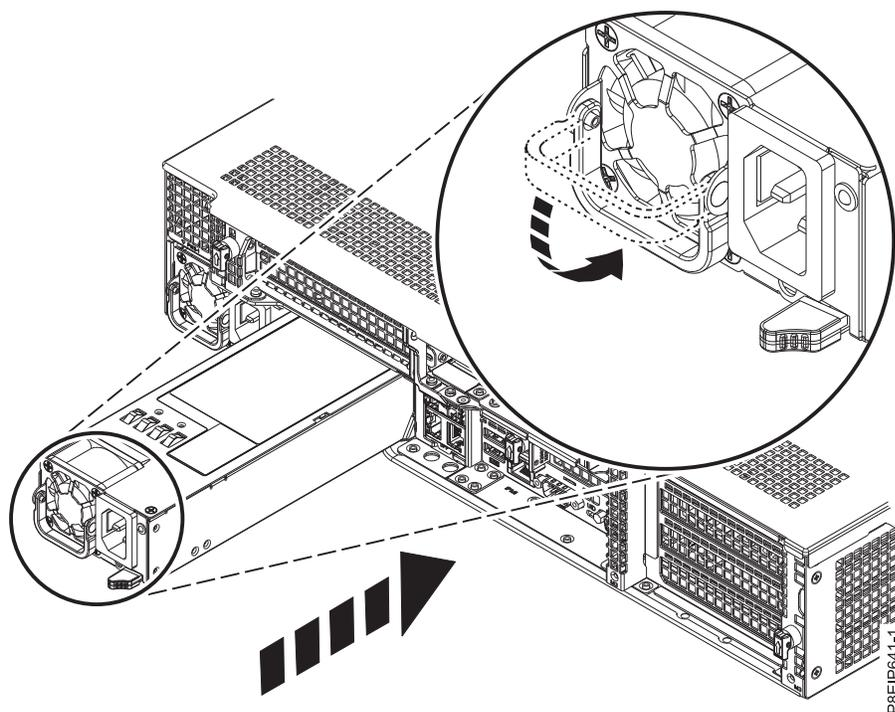

図 94. システムの電源装置の取り替え
2. 電源装置をベイに位置合わせします (図 94 を参照)。ファンが左側にあり、プラグが右側にあるようにします。ラッチが所定の位置にロックされるまで、電源装置をシステム内に押し込みます。